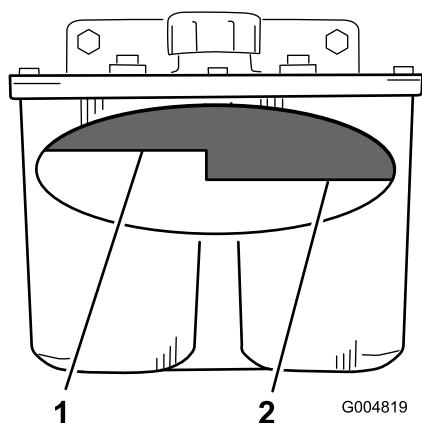

Figura 71
2. Limpie alrededor del cuello de llenado del depósito de aceite hidráulico (Figura 71).
3. Retire el tapón del cuello de llenado. Mire dentro para ver si hay aceite en el depósito (Figura 71).
Nota: El nivel de aceite debe llegar a la parte superior del nivel caliente del tabique cuando el aceite está caliente (Figura 71).